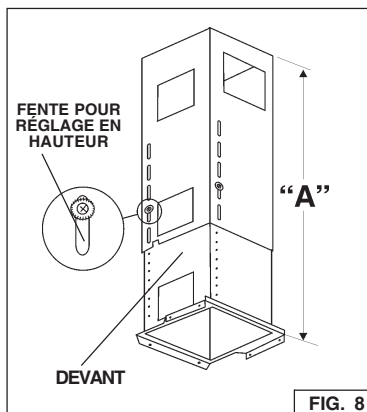

FIG. 8
2. Enlever les (4) vis et rondelles des fentes de réglage de hauteur. Figure 8.
3. Régler la longueur générale de la structure de support selon le graphique. Figure 8.
4. Remettre en place les (4) vis et rondelles dans les fentes de réglage de hauteur. Figure 8.